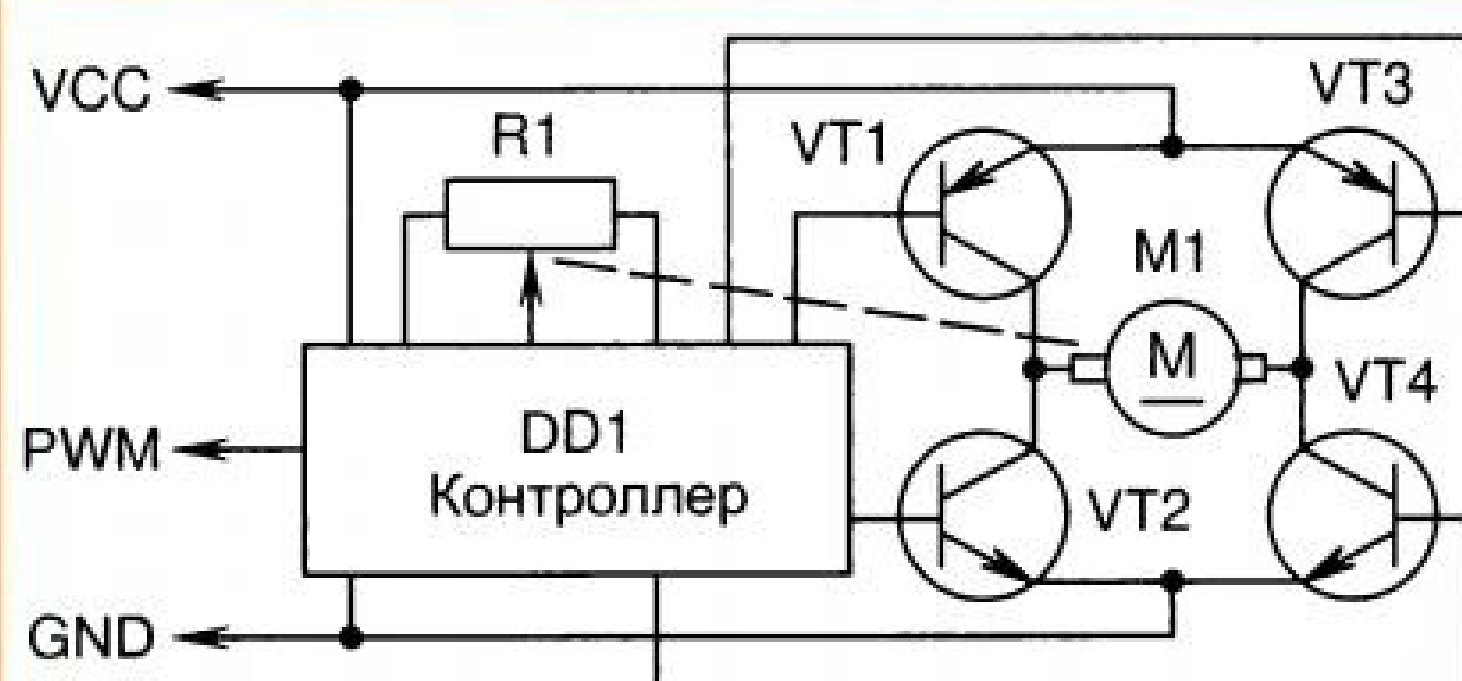

Рис. 4
13. Ответ — 0. На рис. 4 приве-